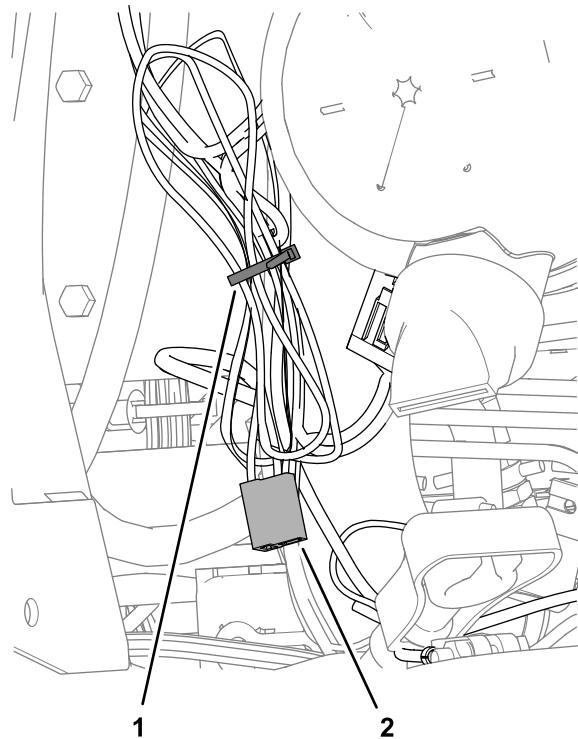

Рисунок 20
2. Закрепите провода кабельной стяжкой (Рисунок 20).
1. Соберите в связку неиспользуемые провода ответвления жгута проводов питания для насоса омывателя, как показано на Рисунок 20.